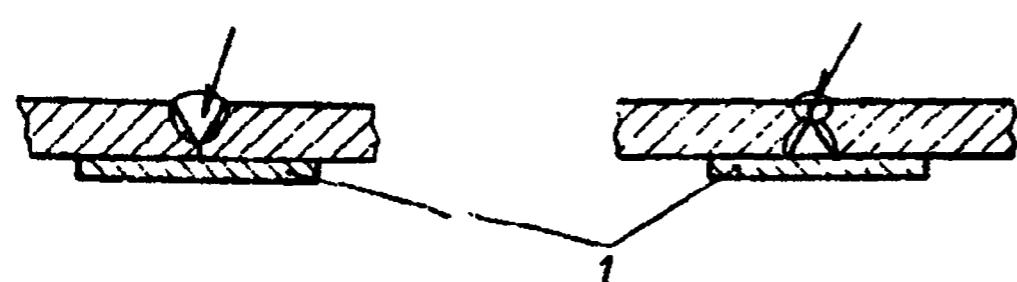

Рис. 367. Заварка сквозных трещин
5. Трещину заварите. Формы и размеры шва выдерживайте в соответствии с требованиями ГОСТ 5264—80. Применяйте электроды типа Э46А ГОСТ 9467—75 с обмазкой УОНИ 13/45 или 13/55. При сквозной трещине заваривайте с двух сторон на медной подкладке I (рис. 367). После проверки шов зачистите, усиление шва после заварки должно быть 1—1,5 мм, в месте установки усилительной накладки шов зачистите вровень с основным металлом.